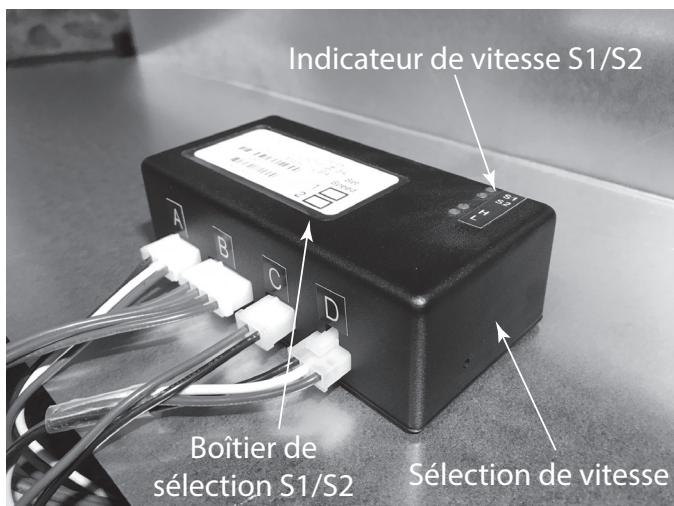

Figure 11.3
- Appuyez sur le bouton de sélection de vitesse pour faire défiler les options et choisir le réglage de vitesse adapté à votre installation. Voir la figure 11.3.
- **IMPORTANT** : indiquez la vitesse appropriée en cochant la case S1 ou S2 figurant sur l'étiquette du régulateur de vitesse, afin de pouvoir vous y référer ultérieurement. Voir la figure 11.3.